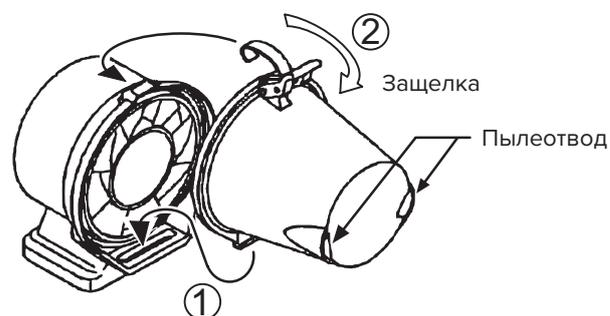

Рис. 43
- в. Поставьте пылеуловитель на место и зафиксируйте защелкой (рис. 43).